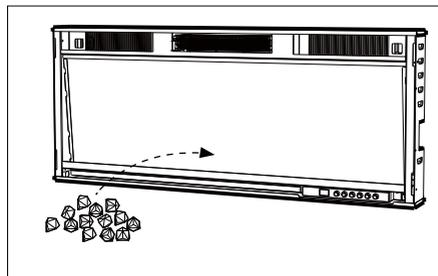

fig.2
2. Placez les cristaux décoratifs dans la rainure de la cheminée et retirez la mousse du verre. (fig.2)
7. Placez les cristaux décoratifs dans la rainure de la cheminée et retirez la mousse du verre. (fig.2)
2. Placez les cristaux décoratifs dans la rainure de la cheminée et retirez la mousse du verre. (fig. 2)